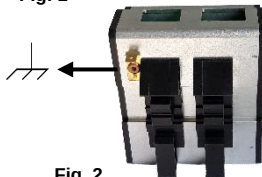

Fig. 2
- Es obligatorio la conexión a tierra del EXD-U02 (Fig. 2)